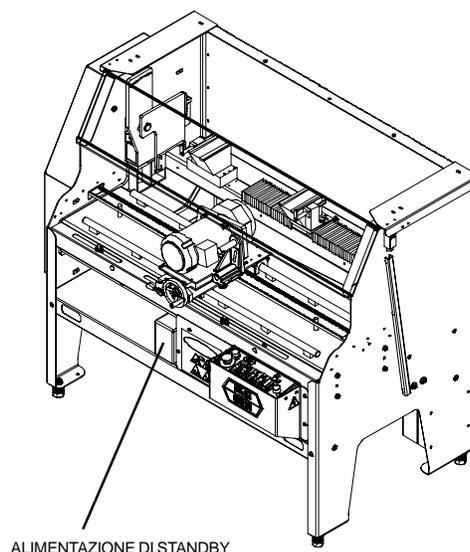

FIG. 6
**GRUPPO STATICO DI CONTINUITÀ (FIG. 6)**